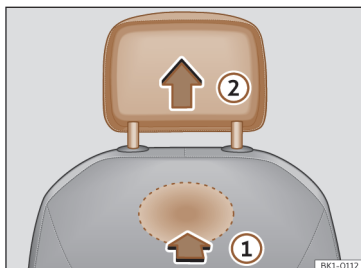

Fig. 72 Encosto de cabeça dianteiro: desmontagem.
- Para desbloqueá-lo, procure o entalhe situado na parte traseira do encosto na zona marcada e pressione no sentido da seta >>> **Fig. 72** ①.
- Retire o encosto de cabeça no sentido da seta ②.